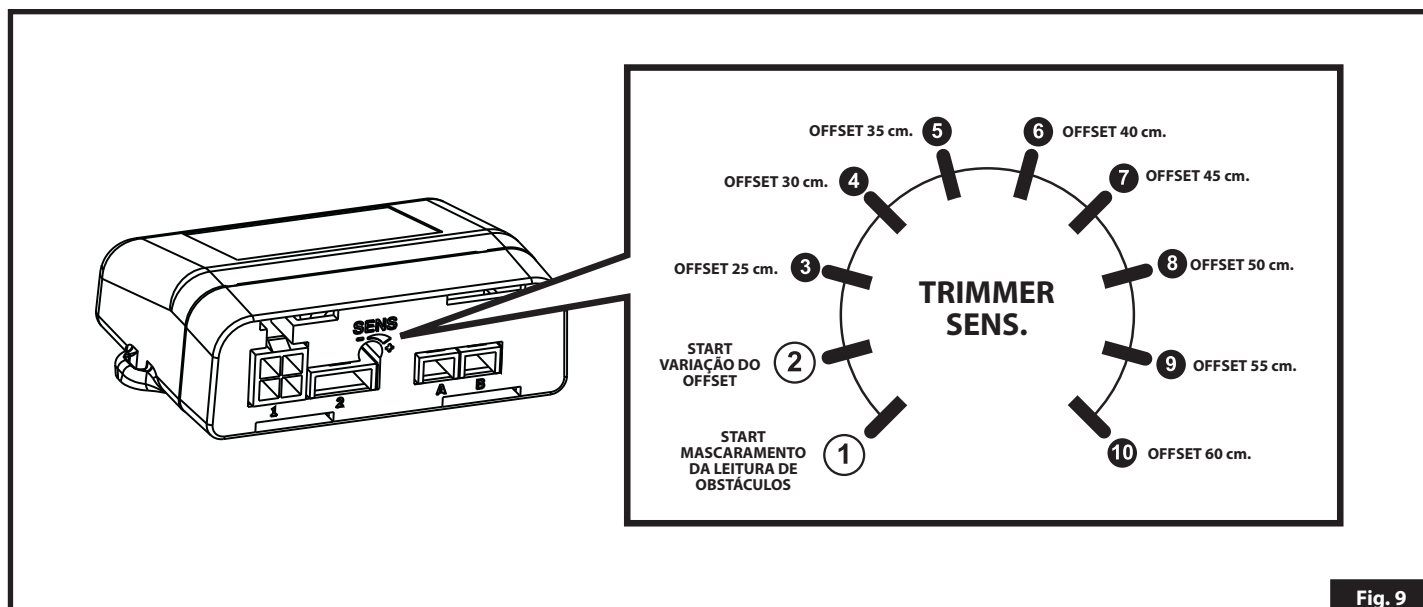

Fig. 9
NB: antes de iniciar o procedimento, é necessário decidir qual OFFSET se pretende memorizar identificando na fig. 9 a qual posição do trimmer corresponde (por exemplo: 45 cm. = pos. 7).